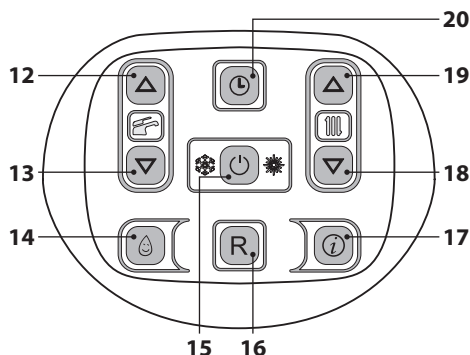
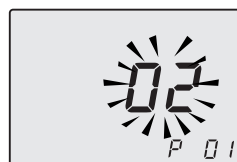

Figura 5.45
Figura 5.46
- Entrare in "modalità programmazione" premendo contemporaneamente per 10 secondi i tasti 15 - 18 - 19 (Figura 5.45) fino a far apparire sul display LCD le lettere **P01** e il valore del parametro, indicanti l'entrata nel "parametro 01" (Figura 5.46).
- Premendo il tasto 15 (Figura 5.45) si ottiene la conferma del valore inserito.
Comunque se la temperatura ambiente non dovesse essere confortevole si può aumentare o diminuire la temperatura di mandata dell'impianto riscaldamento di $\pm 15^\circ\text{C}$ agendo sui tasti 18 (diminuzione) e 19 (aumento) (Figura 5.45).